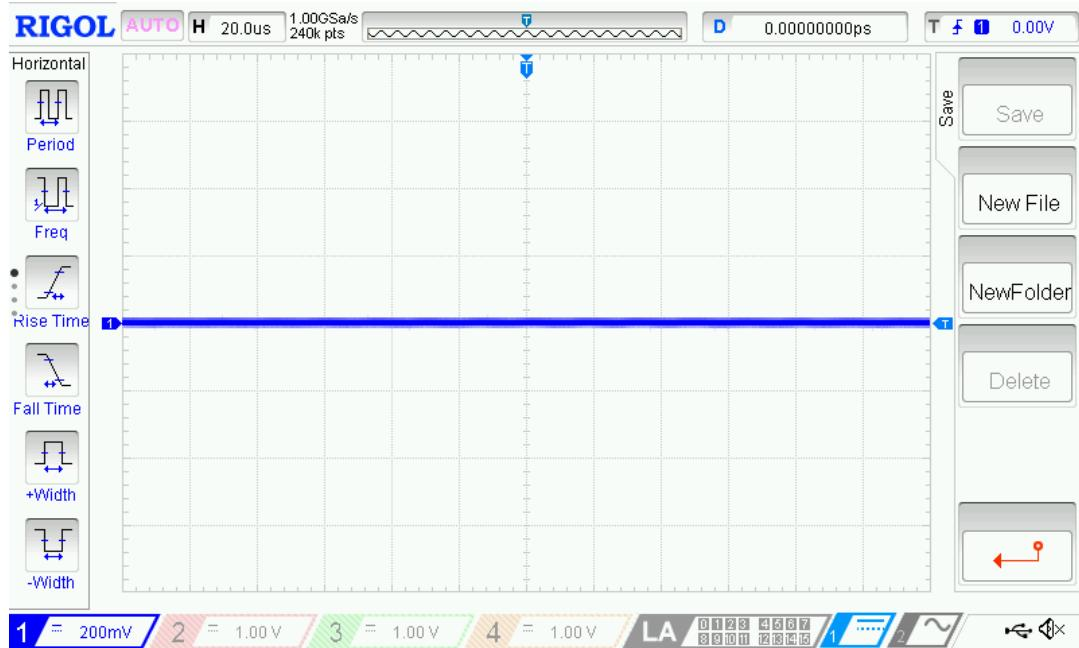

Imagen 3: Amp Op sin "Offset" por Corregir.
Quedando así la PCB habilitada para su respectivo ajuste de "Offset". En caso de no haber ningún "Offset", deberá observarse en la pantalla del osciloscopio una señal constante (DC) centrada verticalmente en 0V, como se observa en la *Imagen 3*.